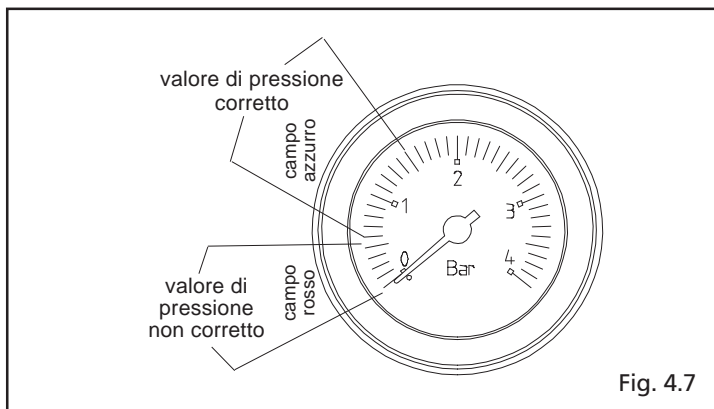
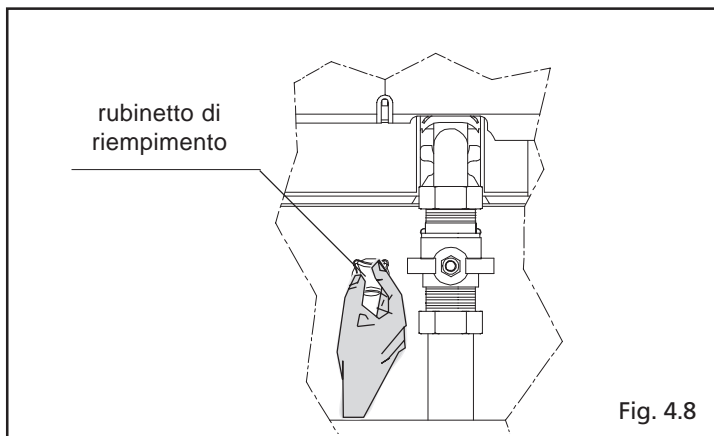

Fig. 4.7
Fig. 4.8
- Verificare la pressione del circuito idraulico sull'idrometro (fig. 4.7); se è inferiore a 0,5 bar, riportare al valore corretto agendo sul rubinetto di riempimento (fig. 4.8).